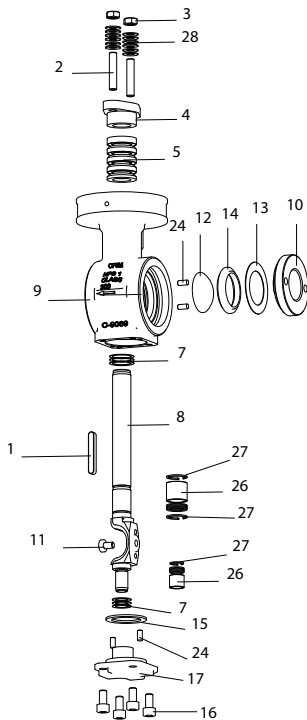
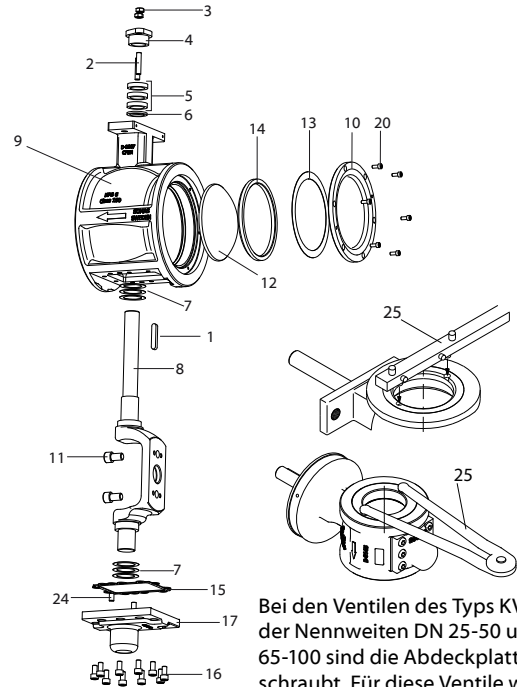

Fig.6-8
Fig. 6-10
Bei den Ventilen des Typs KVTW /KVXW der Nennweiten DN 25-50 und DN 65-100 sind die Abdeckplatten aufgeschraubt. Für diese Ventile wird die Verwendung eines Spezialwerkzeugs zum Ausbau der Abdeckplatten empfohlen (→ Fig.6-10/25)..
1. Entfernen Sie die Abdeckplatte (→ Fig.Fig.6-8/10, 6-9/10) mit Hilfe des Spezialwerkzeuges (→ Fig.6-10/25).
2. Entfernen Sie Federring (→ Fig.6-8/13) und den Sitz (→ Fig.6-8/14).
1. Lösen Sie die Schrauben (→ Fig.6-10/20) und entfernen Sie die Abdeckplatte (→ Fig.6-8/10).
Bei den Ventilen des Typs KVTW/KVXW der Nennweiten DN 25-50 und DN 65-100 sind die Abdeckplatten aufgeschraubt. Für diese Ventile wird die Verwendung eines Spezialwerkzeugs zum Ausbau der Abdeckplatten empfohlen (→ Fig. 6-10/25).
2. Entfernen Sie Federring (→ Fig.6-10/13) und den Sitz (→ Fig.6-10/14).
1. Lösen Sie die Schrauben (→ Fig.6-10/11) und entfernen Sie die Abdeckplatte (→ Fig 6-10/13) oder verwenden Sie ein Spezialwerkzeug (→ Fig 6-10/25) und entfernen Sie die Abdeckplatte (→ Fig. 6-8 /13, 6-9/13).
2. Entfernen Sie den Federring (→ Fig.6-8/13) oder (→ Fig. 6-10/13) und den Sitz (→ Fig.6-8/14) oder (→ Fig.6-10/14). Bei Ventilen mit PTFE-Sitz, entfernen Sie auch den Stützring (→ Fig.6-10/14a).
4. Lösen Sie die Schrauben (→ Fig.6-8/11 oder 6-10/11) wechselweise mit Hilfe eines Schraubenschlüssels.
5. Entfernen Sie das Kugelsegment (→ Fig.6-8/12) oder (→ Fig.6-10/12).
2. Schmieren Sie die Schrauben (→ Fig. 6-8/11, 6-9/11, 6-10/11) die Welle und Kugelsegment verbinden mit ein wenig mit Molybdändisulfidpaste.